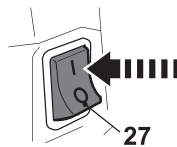

Fig. 21
1. Vérifiez que la poignée de frein (11) est bien enclenchée (voir plus haut).
2. Avant de lancer le moteur, assurez-vous que la chaîne (14) n'est pas en contact avec quoi que ce soit.
3. Mettez l'interrupteur (27) sur « I » (Fig.21) .